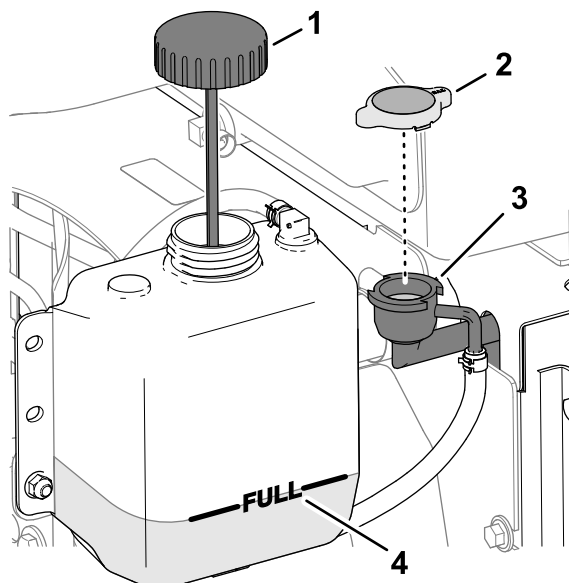

図 155
3. ラジエターキャップを注意深く取る **図 155**。
注 ラジエターの補給口まであれば液量は適正である **図 155**。